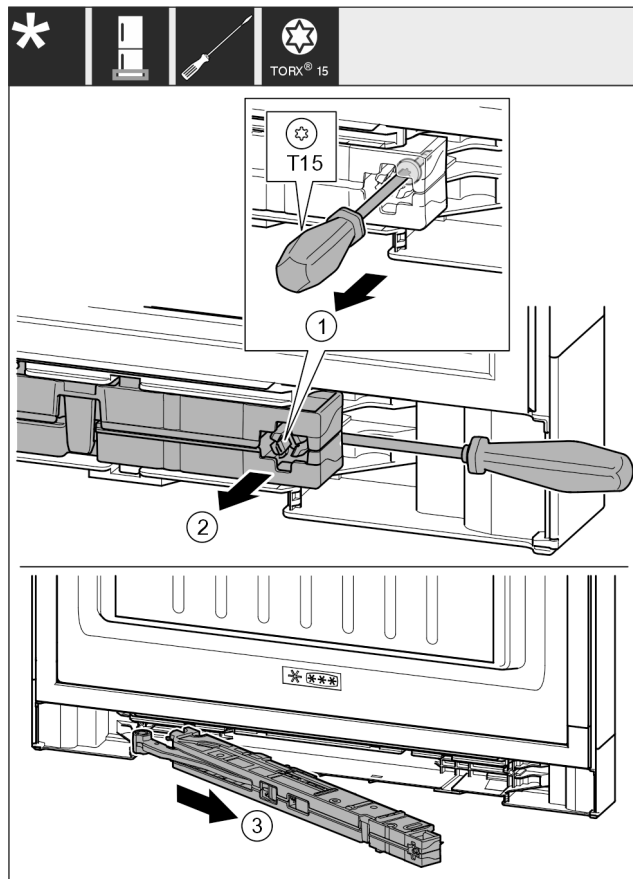

Fig. 17
- ▶ Desserrer la vis de l'unité d'amortisseur de fermeture d'env. 14 mm avec un tournevis T15. Fig. 17 (1)
- ▶ Accéder à la partie postérieure de l'amortisseur de fermeture du côté de la poignée avec un tournevis. Tourner l'unité vers l'avant. Fig. 17 (2)
- ▶ Extraire l'unité. Fig. 17 (3)